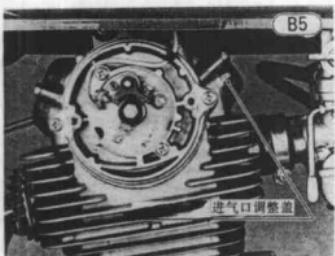
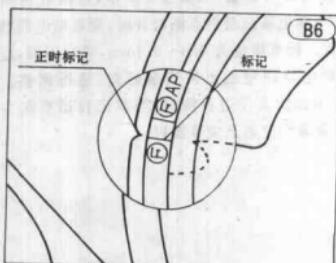
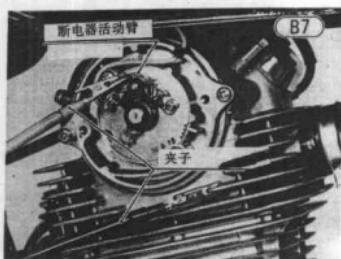

图 1-5
图 1-6
图 1-7
4. 点火提前角的检查, 如图 1-5 所示。关上点火开关, 关上发动机停车开关, 打开进气门调整盖、发电机盖和断电器盖, 调整好断电器触点间隙, 转动曲轴(逆时针)。当进气门从完全打开, 曲轴再转 180°时, 让发电机转子上的“F”标记与发电机盖上的箭头对正, 如图 1-6 所示, 用万能表电阻挡 1Ω 挡, 一端接断电器接线柱, 一端接地, 如图 1-7 所示, 旋松断电器安装板螺钉, 如图 1-8 所示, 转动断电器安装板, 当电阻变大的瞬间, 应是转子上的“F”标记与转子盖的箭头对正时。待旋紧断电器安装板螺钉后, 用逆时针转动曲轴的方法验证调整的结果, 断电器安装板螺钉力矩 4.5N·m, 再次检查一次触点间隙, 装上发电机盖, 如图 1-9 所示, 要装上螺钉下面的 O 型圈, 以免漏油, 气门调整盖和断电器盖上有“UP”标记应向上, 同时装好 O 型圈。